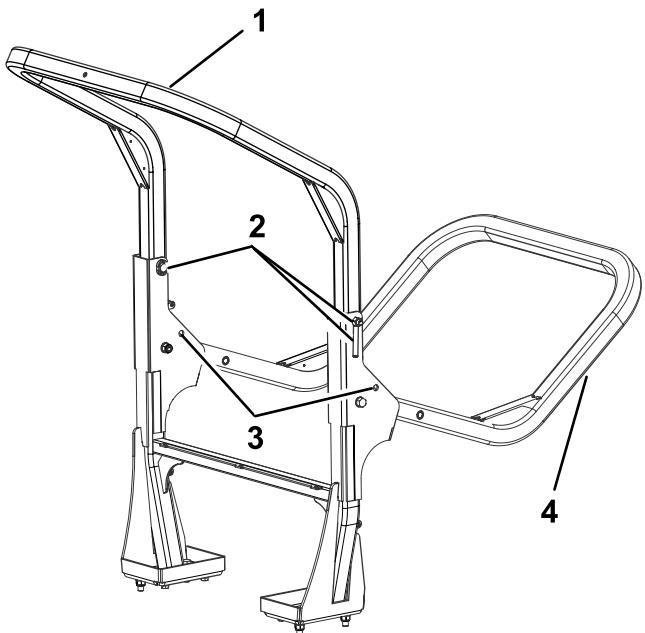

Figura 27
2. Suporte o peso da estrutura superior da barra de segurança enquanto remove os pinos de encaixe e os passadores de forquilha dos suportes articulados (Figura 27).